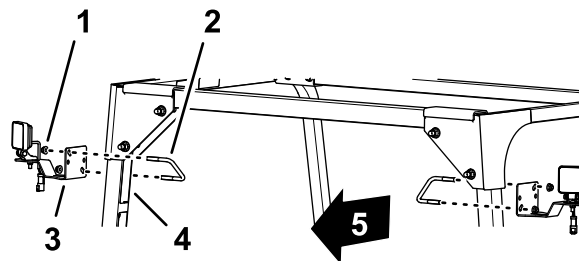

Figure 7
- Fixez l'éclairage à LED et le support au tube du système ROPS à l'aide de l'étrier fileté ($\frac{3}{8}$ " x $3\frac{1}{2}$ " x 2-13/16") et du contre-écrou à embase ($\frac{3}{8}$ "), comme montré à la Figure 7.